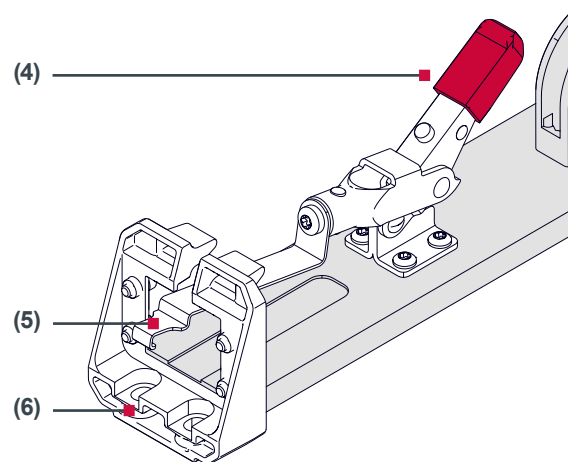

Abb. 17 Befestigung Steckerkonsole
3. Zweiten Spannhebel (4) an der Montagehilfe zum Lösen nach oben ziehen und Steckerkonsole (6) wie in Abbildung 17 gezeigt positionieren.
4. Halteblech (5) über die Steckerkonsole führen und Spannhebel (4) schließen.